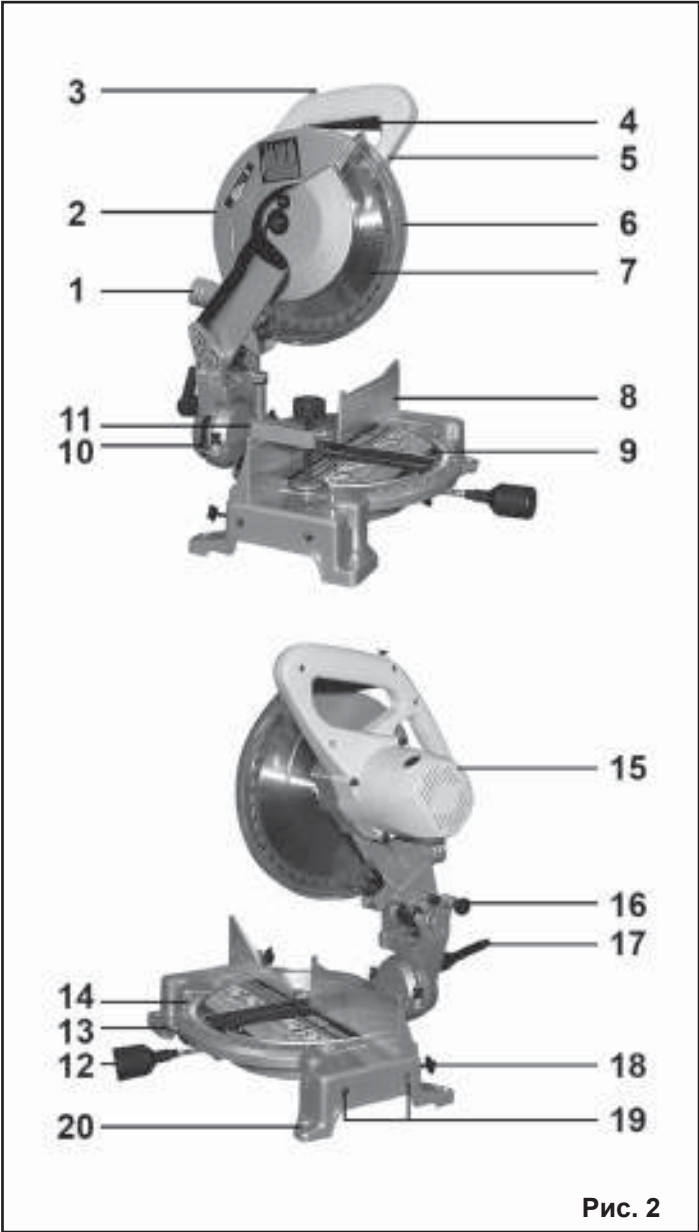

Рис. 2
При переносе пилы полностью опустите рукоятку пилы (5), Рис.2, и зафиксируйте ее в нижнем положении с помощью стопорной шпильки (16), Рис.2.
Закрепите поворотный стол (9) с помощью ручки фиксации поворотного стола (12), Рис.2. Для удобства переносите пилу, держа за ручку для переноски, Рис.3.
Нажмите на рукоятку пилы (5), Рис.2, и освободите стопорную шпильку (16), Рис.2, находящуюся с задней стороны пилы.
Ослабьте ручку фиксации поворотного стола (12) на 1 оборот и нажмите на стопор поворотного стола (13), Рис.2. Вращайте стол влево до фиксации плунжера в упоре, соответствующем 0°. Зафиксируйте положение ручкой фиксации поворотного стола (12), Рис.2.
Рекомендуем закрепить пилу болтами на ровной и устойчивой поверхности верстака. Для этой цели в основании пилы выполнены четыре отверстия (20), Рис. 2. Это повысит безопасность работы и предотвратит опрокидывание пилы.